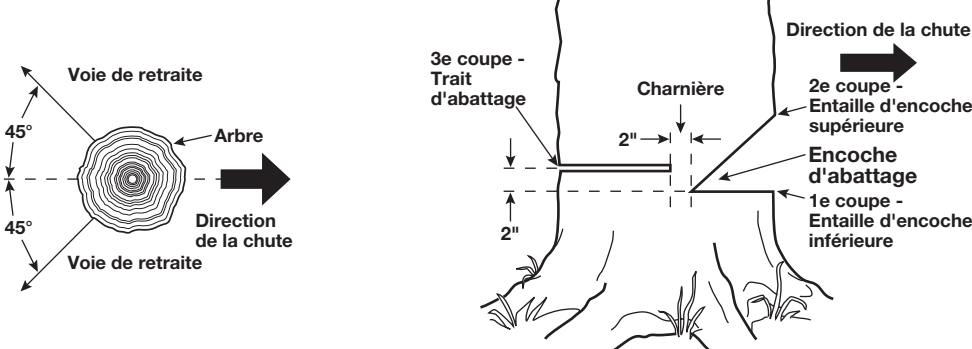

Fig. 9 Voie de retraite de la chute de l'arbre (gauche) Fig. 10 Séquence des coupes pour abattre un arbre (droite)
- Avant d'abattre un arbre il est conseillé de prévoir et de dégager une voie de retraite. Préparez la voie de retraite dans la direction opposée à celle de la chute de l'arbre et selon un angle de 45° (Fig. 9).
- Tenez la tronçonneuse de sorte que le guide-chaîne soit horizontal et faites l'encoche inférieure aussi près du sol que possible. Faites une entaille sur environ un tiers du diamètre du tronc de l'arbre (Fig. 9).